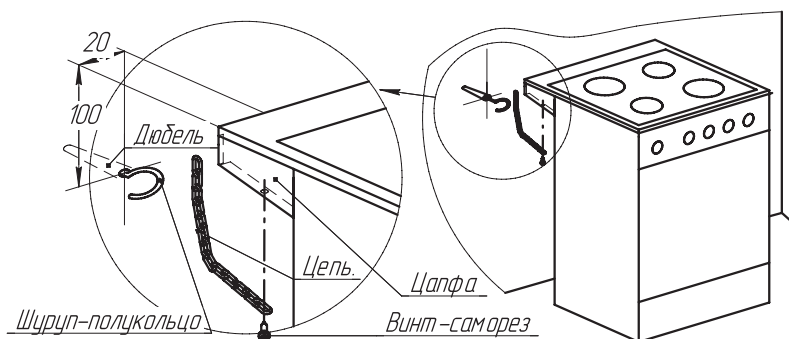

рис. 1.1
2. Провести разметку положения отверстия под установку дюбеля, для чего от угла стола плиты провести линии на расстоянии 20мм и 100мм согласно рисунку (рис.1.1) и отметить точку их пересечения. Отодвинуть плиту.